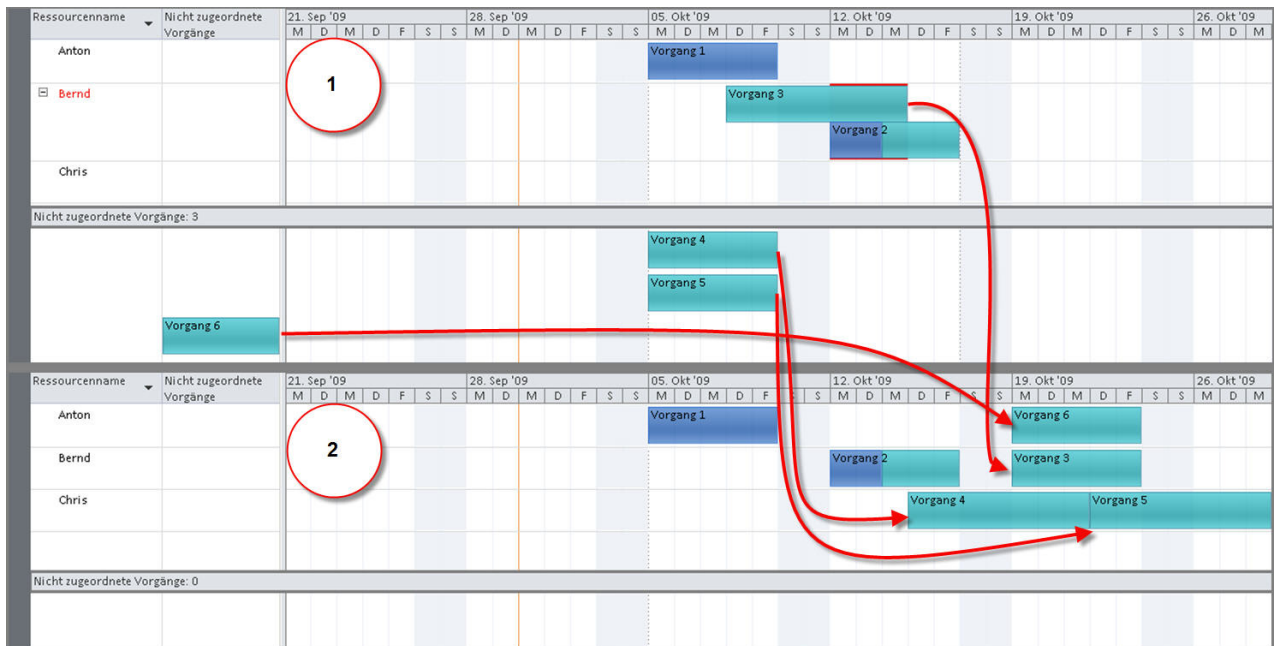

Bild 5: Mit dem *Teamplaner* lassen sich bequem Ressourcenüberlastungen beheben sowie Ressourcenzuweisungen durchführen.
Zur Unterstützung des Projektleiters bei der Ressourcenplanung stellt Project 2010 den *Teamplaner* zur Verfügung (Bild 5). Dieser ermöglicht es dem Projektleiter, sich über die aktuellen Zuordnungen der Ressourcen zu informieren und durch das Verschieben der Vorgänge Zuordnungen zu ändern.
Bild 5 verdeutlicht das an einem Beispiel. Im oberen Bereich (1) ist die Ausgangssituation des Projekts mit allen Ressourcen der Art "Arbeit" und deren Vorgangszuordnungen dargestellt. Die Ressource Anton hat Vorgang 1 abgeschlossen; der Vorgang wird als blauer Balken dargestellt und kann nicht mehr verschoben werden. Beim Vorgangsbalken von Vorgang 2 zeigt der blaue Bereich an, dass die Ressource Bernd bereits mit der Arbeit begonnen hat, während der grüne Bereich die verbleibende Arbeit symbolisiert. Nur noch dieser Teil des Vorgangs lässt sich verschieben.
Mit dem *Teamplaner* kann der Projektleiter durch Verschieben von Vorgängen mit der Maus Ressourcenüberlastung beheben und Ressourcenzuweisungen durchführen. Im Beispiel lässt sich die Überlastung von Bernd beheben, indem Vorgang 3 auf der Zeitachse nach rechts verschoben wird, so dass dieser erst nach Abschluss von Vorgang 2 beginnt. Ebenso einfach lassen sich den Vorgängen 4 bis 6 Ressourcen zuordnen: Die Vorgänge müssen lediglich in den Bereich der gewünschten Ressource verschoben werden. Das Ergebnis ist im unteren Bereich (2) von Bild 5 dargestellt.